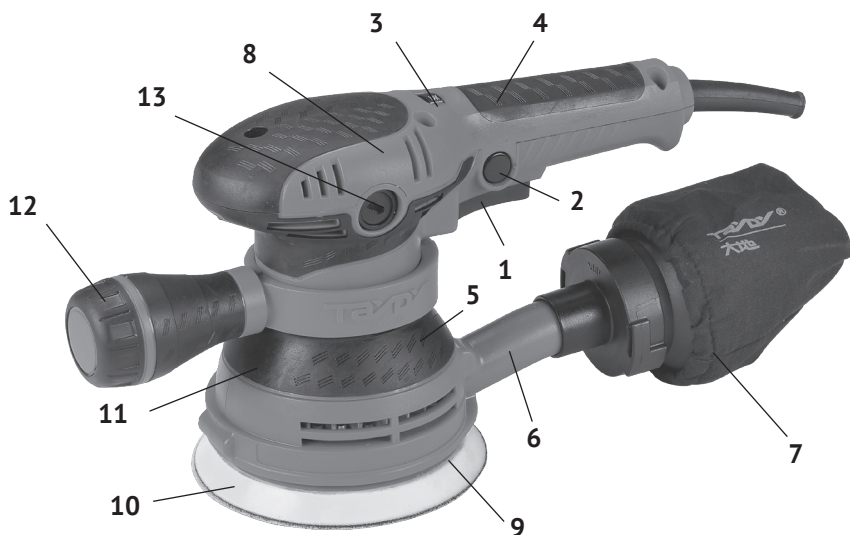

рис. 1
4.1 Общий вид шлифмашины схематично представлен на рис. 1
3.2 Коллекторный двигатель (расположен вертикально) с крыльчаткой и эксцентриковый механизм шлифмашины крепятся в пластиковом корпусе (рис.1 поз.5), выполненном заодно с нижней частью рукоятки управления (рис.1 поз.4).
Корпус закрыт крышкой (рис.1 поз.8), в прорези которой находится диск регулятора оборотов двигателя (рис.1 поз.3). На корпус шлифмашины крепятся: снизу – накладка (рис.1 поз.10) из двух половин, выполненная заодно с патрубком пылеотвода (рис.1 поз.6); сверху – хомут (рис.1 поз.11) из двух частей крепления передней рукоятки (рис.1 поз.12). Крутящий момент с якоря электродвигателя передаётся на эксцентриковый механизм, который придаёт шлифовальному диску вращение вокруг своей оси и орбитальное. Сочетание 2-х видов вращения повышает качество обработки поверхностей, особенно на стадии окончательного полирования. На резиновое основание шлифовального диска (рис.1 поз.9), липучкой, крепится абразивный шлифовальный круг необходимой зернистости. Шлифовальный (полировальный) круг – основной рабочий инструмент шлифмашины.
3.3 Клавиша выключателя (рис.1 поз.1) расположена в нижней части рукоятки управления (рис.1 поз.4). Включение шлифмашины осуществляется нажатием на клавишу выключателя указательным пальцем. Фиксация клавиши в рабочем положении, осуществляется кнопкой (рис.1 поз.2), расположенной слева на рукоятке. При повторном нажатии на клавишу, кнопка фиксации (со щелчком) и клавиша возвращаются в исходное положение - выключено.
В прорези крышки корпуса (рис.1 поз.8) расположен диск регулятора оборотов двигателя (рис.1 поз.3). С его помощью устанавливается необходимая скорость вращения основания.
К патрубку пылеотвода (рис.1 поз.6) крепится пылесборник (рис.1 поз.7) или, при необходимости, подключается пылесос.
- всегда используйте переднюю рукоятку (рис.1 поз.12), установив её в положение, удобное для работы.
6.5 С помощью регулятора (рис.1 поз.3) можно установить желаемую скорость вращения:
- выкрутить крышки щёткодержателей (рис.1 поз.13);